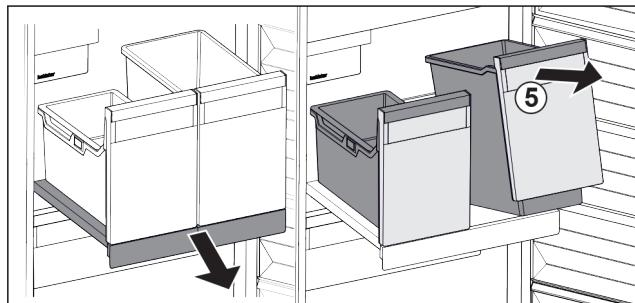

Fig. 80
- Posodo Fig. 80 (5) dvignite naprej.